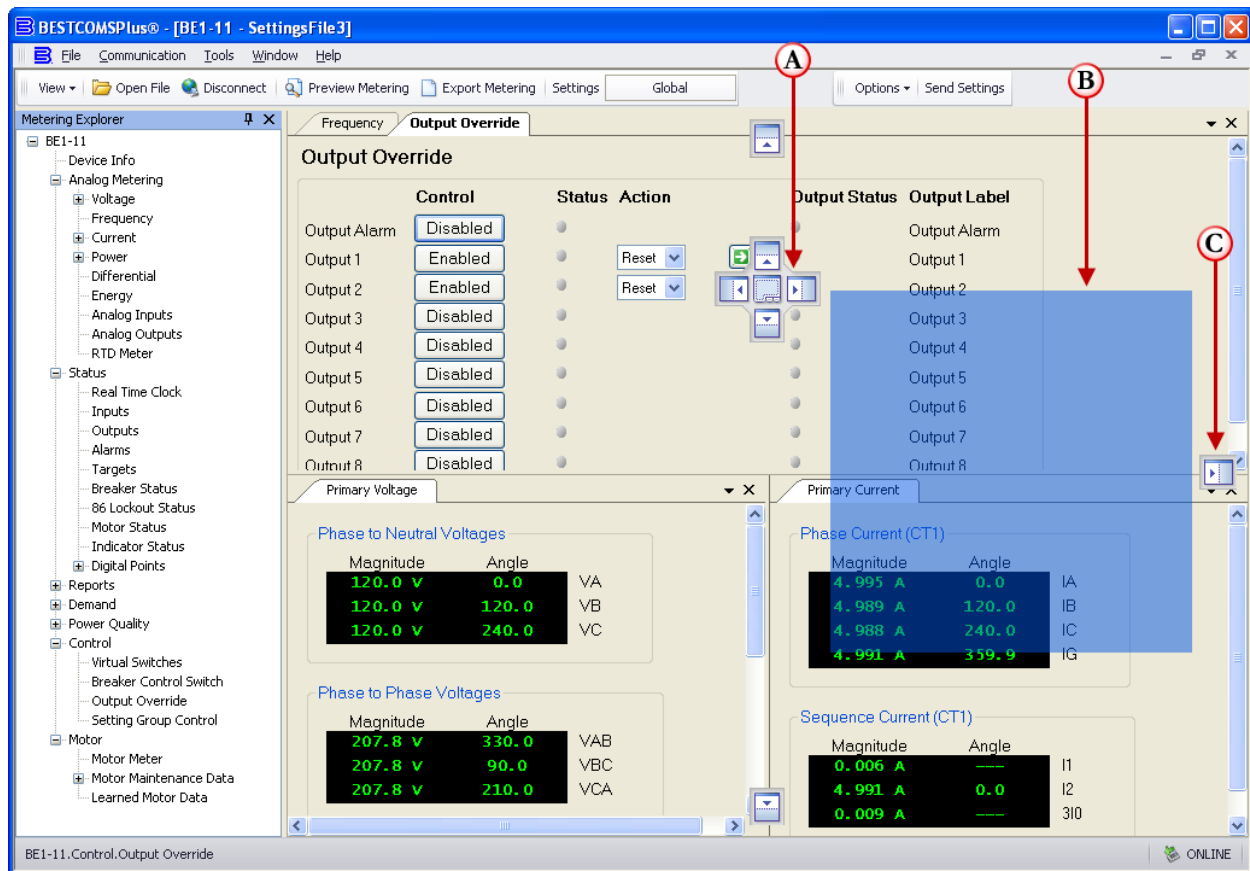

Figura 30-1. Medición, opciones de unión
Consulte la Figura 30-1. La Tabla 30-1 explica los rótulos en la Figura 30-1.
**Tabla 30-1. Explicación de los rótulos de la Figura 30-1**